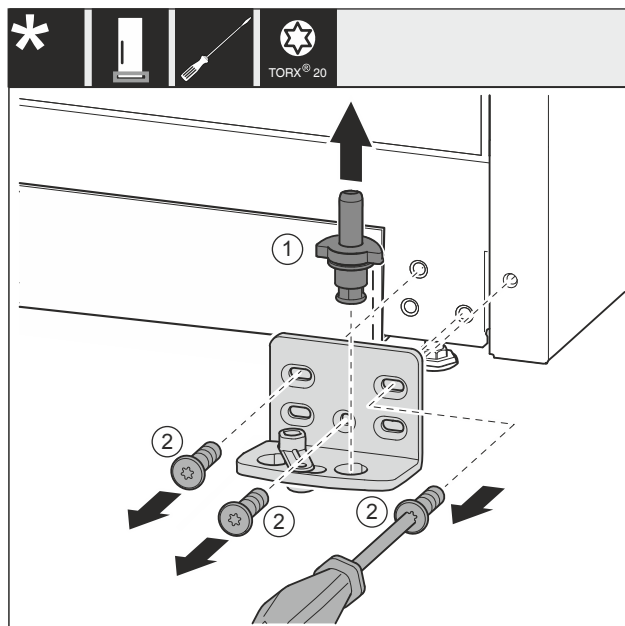

Fig. 34 *
- Извадете изцяло нагоре лагерния болт Fig. 34 (1).*
- Отвийте винтовете Fig. 34 (2) с отвертка и свалете лагерната стойка.*